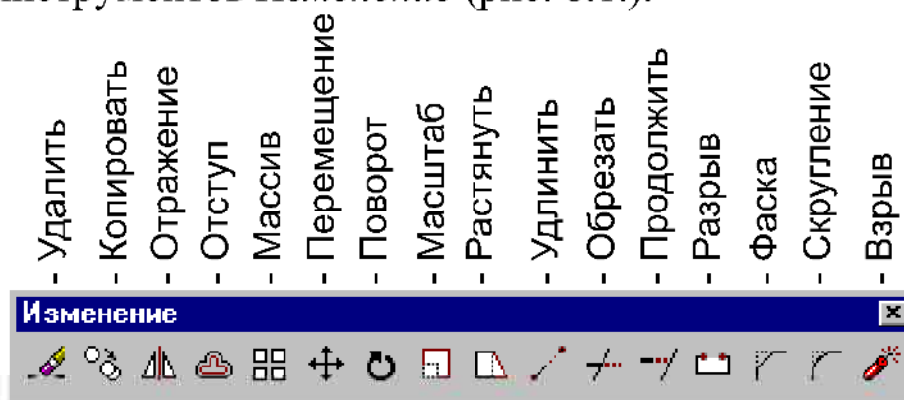

Рис. 8.1. Панель инструментов *Изменение*.
Наиболее важные команды редактирования сосредоточены в панели инструментов *Изменение* (рис. 8.1.).
Инструмент предназначен для удаления объектов. Пользоваться им очень легко. Нужно запустить команду, выделить удаляемые объекты и нажать Enter. Запускать команду можно щелчком по кнопке (см. рис. 8.1), набрав **Erase** с клавиатуры и нажав Enter или из ниспадающего меню *Изменить*. Для того чтобы выделить (выбрать) объект, нужно один раз щелкнуть по нему мышкой.
Команда предназначена для копирования объектов в пределах одного слоя. Запустить режим можно нажатием данного инструмента в панели *Изменение* (рис. 8.1) или вводом команды **Copy**. После этого следует выбрать объекты, нажать Enter для того чтобы выйти из режима выделения, затем указать базовую точку (**base point**) и конечную точку перемещения (**second point of displacement**). Вторая точка будет использована машиной как координаты вставки скопированного объекта. Командный диалог копирования одного объекта имеет вид:
Для выполнения зеркального отражения необходимо щелкнуть по инструменту *Отражение* (рис. 8.1) на панели *Изменение* или ввести команду **Mirror**, выбрать объекты, нажать **Enter** для выхода из режима выделения, ввести начальную и конечную точки линии, относительно которой будет отражена выборка, и ответить на запрос “стирать или не стирать” исходные объекты.
1. Запустить команду. Для этого следует выбрать кнопку *Отступ* (см. рис. 8.1) или запустить одноименную команду из ниспадающего меню *Изменить*.